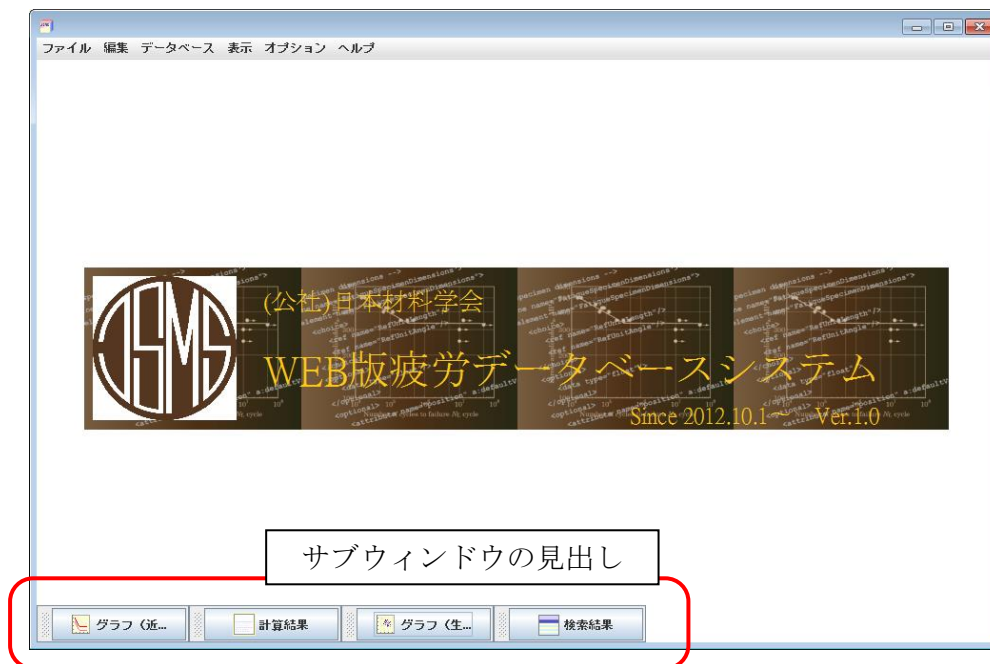

図4 サブウィンドウを最小化した状態
- 最小化したサブウィンドウはメイン画面の左下に見出しとして残ります（図 4）。見出しをクリックすると元のサイズのサブウィンドウが表示されます。